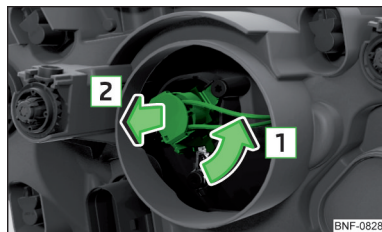

Bild 174
- Vrid kontakten med glödlampen i pilens riktning **1** » bild 174.